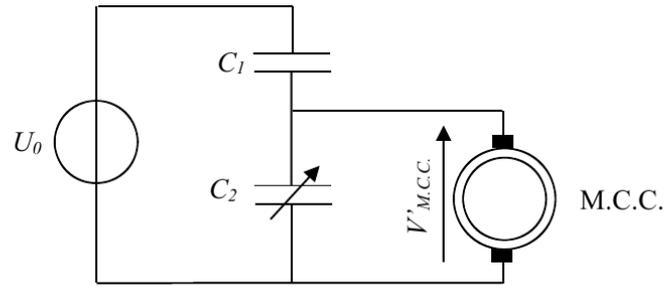

Figure 6 - Pont diviseur capacitif
- Q14.** Un étudiant E2 suggère au contraire d'utiliser un pont diviseur de tension capacitif, dont la capacité du condensateur 2 est réglable (**figure 6**).